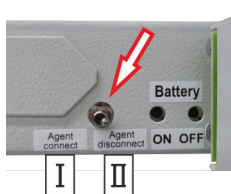

Fig. 41 : Commutateur de blocage
- Avant d'effectuer des travaux de maintenance, bloquer tous les systèmes en réseau à l'aide du commutateur de blocage (Fig. 41 /flèche) (commuter le commutateur de blocage sur « Agent disconnect [bloqué] » (Fig. 41 / II).